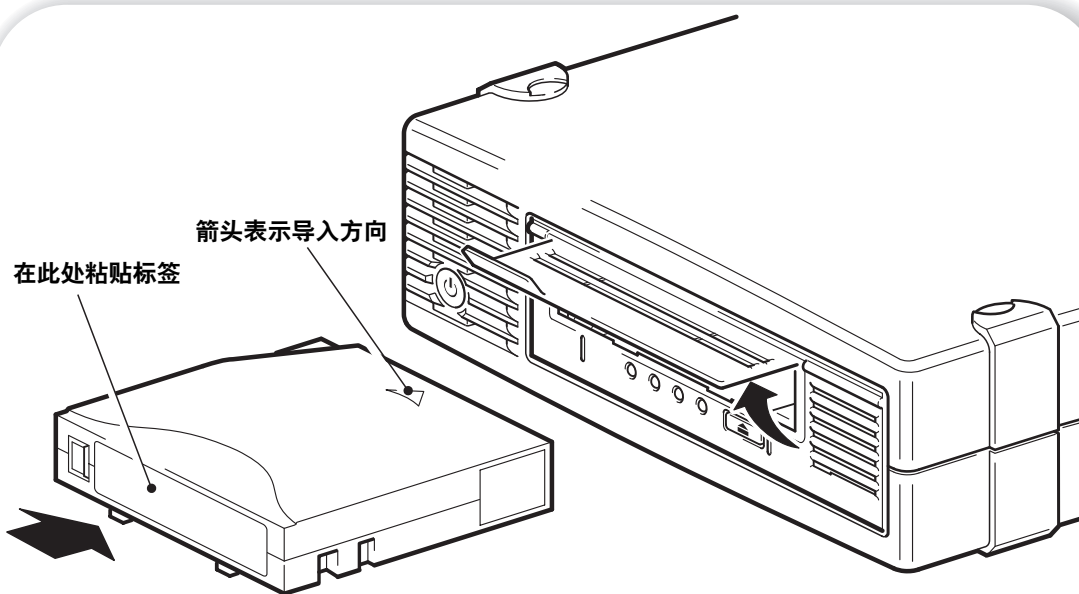

图 7a: 装入盒式磁带
- 1 提起盒式磁带挡门并将盒式磁带插入磁带机前端的插槽中，使白色箭头在最上方且朝向磁带机挡门。轻轻推压，直到磁带机接收磁带并将其装入。（见图 7a。）